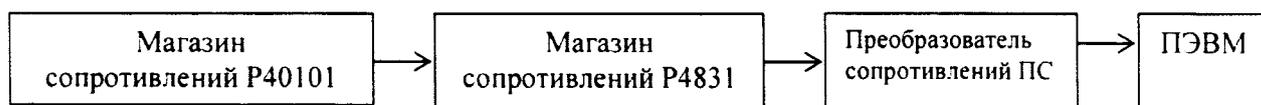

Рис. 2
- для V диапазона в соответствии с рис. 2.